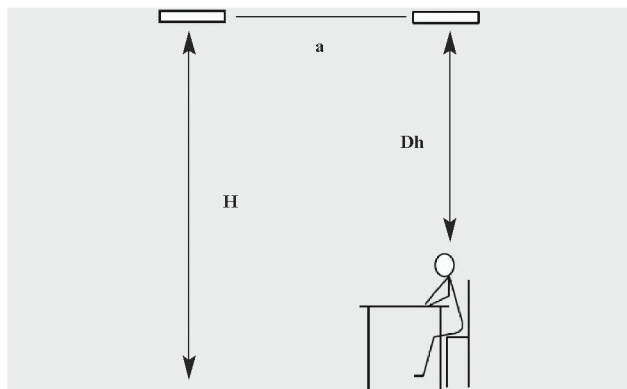

Fig. 1: Pozitionare verticala.
La instalarea panourilor distanta dintre unitati ar trebui sa nu fie mai mare decat inaltimea dintre unitate si podea, adica (a) ar trebui sa fie mai mica decat (H), vezi Fig.1. In camere folosite rar aceasta distanta poate fi mai mare. In camere folosite des distanta dintre panou si o persoana care sta la birou ar trebui sa fie macar 1,5 - 2 metri (Δh). Cand aceste doua conditii sunt indeplinite diferenta de temperatura de operare nu va depasi nivelul de confort $\Delta t_{op} = 5^\circ\text{C}$. Asta inseamna ca diferenta dintre temperatura reala si temperatura resimtita de catre o persoana nu va fi mai mare de 5°C .
Panourile se monteaza pe tavan , pe armaturi sau suspendate de tavan prin intermediul cablurilor sau lanturilor sau pe perete. In locatii folosite frecvent, panoul trebuie montat la o inaltime de 1,5-2 metri deasupra capului, vezi Fig. 1. Distanta dintre panouri nu trebuie sa fie mai mare decat distanta dintre panou si podea, adica $"a" < "H"$, vezi Fig. 1. Distantele minime de montaj sunt date in Fig. 2.